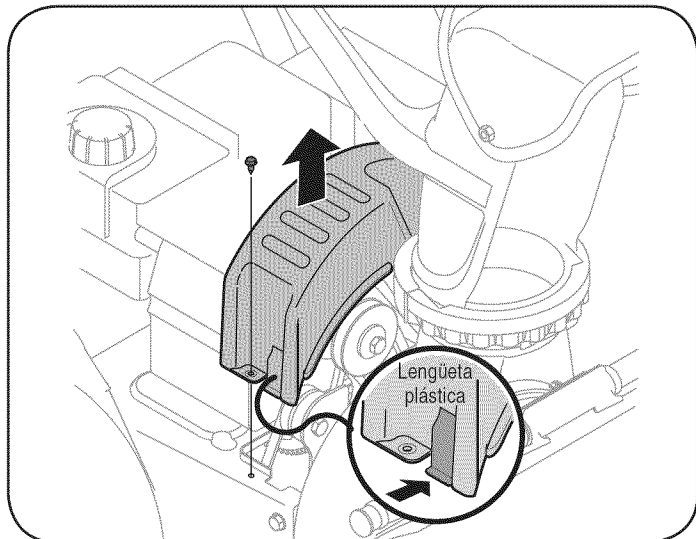

Figura 17
3. Retire el tornillo autorroscante que se muestra en la Figura 17, y presione las lengüetas plásticas para soltar la cubierta de la correa. Tire de la cubierta de la correa hacia arriba y hacia afuera sacándola de alrededor del motor y el montaje del canal. Déjela separada y guárdela.